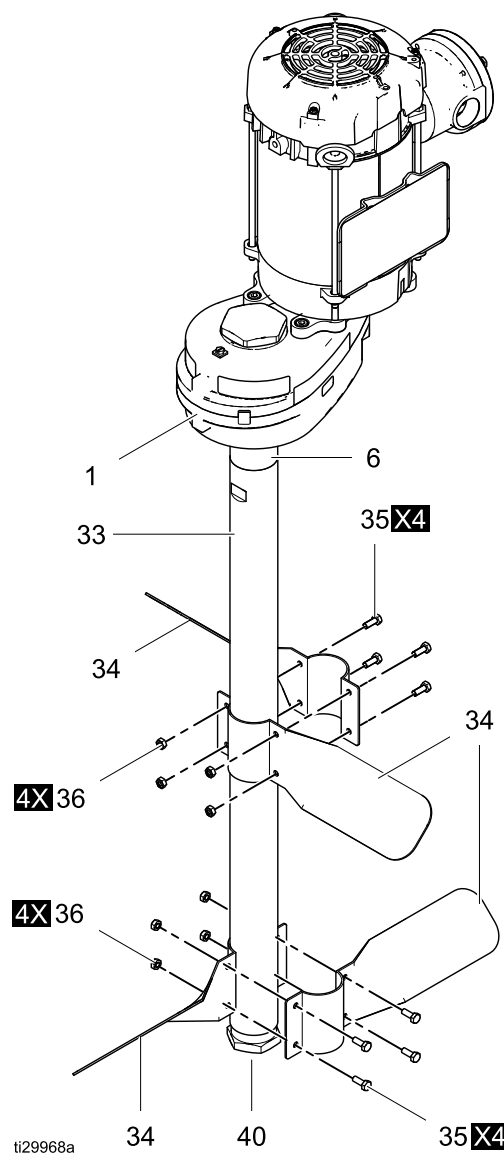

Figure 2 Arbre et pales de l'agitateur
1. Installez l'arbre d'agitateur (33) en le vissant à l'embout (6) en bas du boîtier à engrenage arrière (1). Voir la figure 2.
5. Montez une paire de pales (34) de manière à ce que les quatre orifices des demi-pales soient alignés.
6. Introduisez quatre vis de blocage (35) dans les quatre orifices de l'hélice puis commencez à visser les contre-écrous (36) sur les vis de blocage.
10. Montez la deuxième paire près de l'extrémité inférieure de l'arbre. Veillez à ne jamais la monter sur le bouchon inférieur (40).